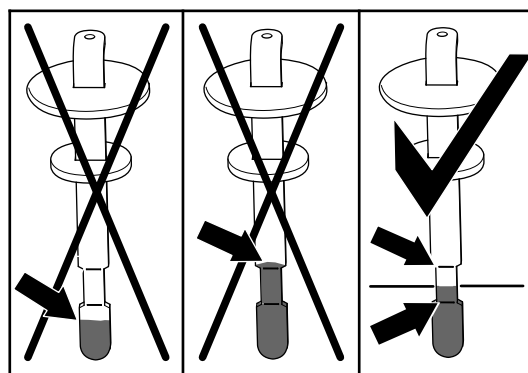

Figura 114
6. Retire la varilla y compruebe el nivel de fluido (Figura 114).